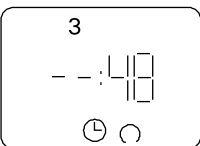

Рисунок 22
- замените часы (—:48) и минуты (19:—) запрограммированного времени прочерками (Рис. 22 и 23)